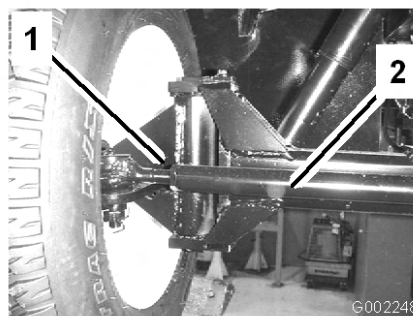

Figura 51
3. Se la misura non rientra nel campo specificato, allentate i controdadi da ambo i lati del tirante (Figura 51).